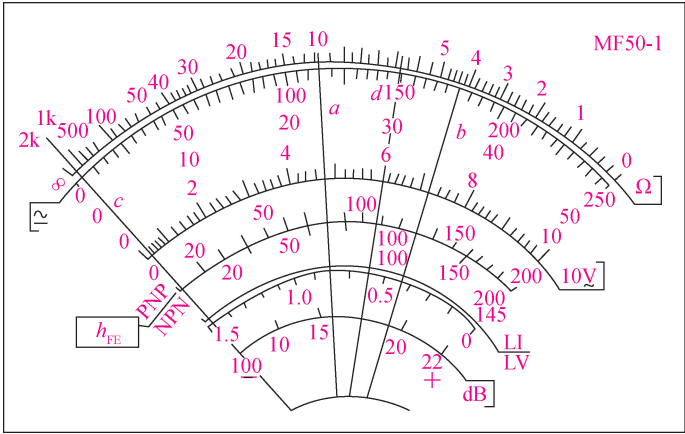

图 2-9 万用表标度尺读数和转换开关使用练习示意图
MF50-1 型万用表一块，其标度尺读数示意图如图 2-9 所示，1.5 V 五号电池和小型叠层电池各一只，一字和十字小螺丝刀各一把。
(3) 训练步骤与要点
①如图 2-9 所示，若将表头指针指示在位置 a 处，请按表 2-9 中转换开关选定的测量项目和量程，将读数（带单位）填入表中。
②若表头指针指在图 2-9 的 *b* 处，表 2-10 为已读取的数据。问转换开关应拨在哪个测量项目和量程？将结果填入表 2-10 中。
③若表头指针指在图 2-9 的 *c* 处，根据表 2-10 中转换开关选定的测量项目和量程，将读取的数据填入表 2-11 中。如果量程选择不合适，试找出其中的原因。
④表头指针在图 2-9 的 *d* 处，如果被测电量是电阻，当换开关分别置于不同倍率挡时，将读取的数据填入表 2-12 中。